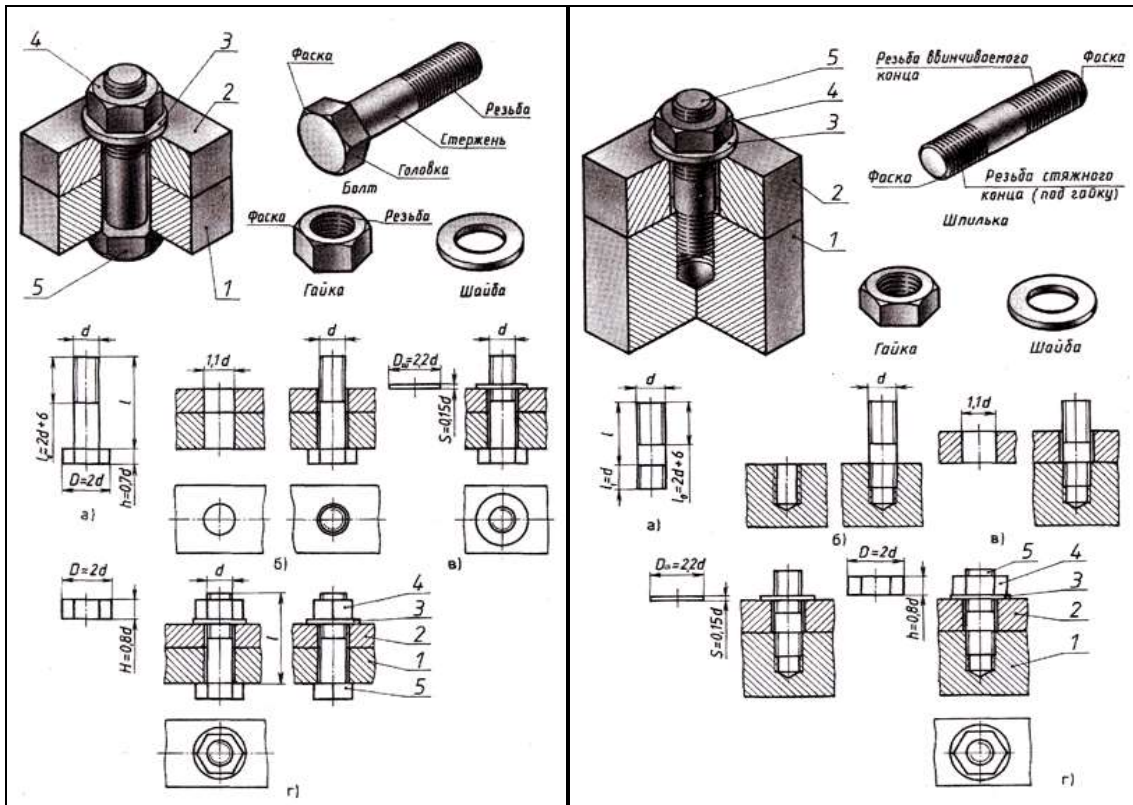

Рис.38,б Соединение болтом и шпилькой
3. **Соединение деталей шпилькой** применяют тогда, когда в одной из соединяемых деталей в связи с её реконструктивными особенностями нельзя или нецелесообразно сверлить сквозные отверстия. В соединение шпилькой входят: шпилька, шайба и гайка (рис.38,б).
Остальные размеры шпильчатого соединения рассчитывают по приведенным условным соотношениям (рис.38,а)